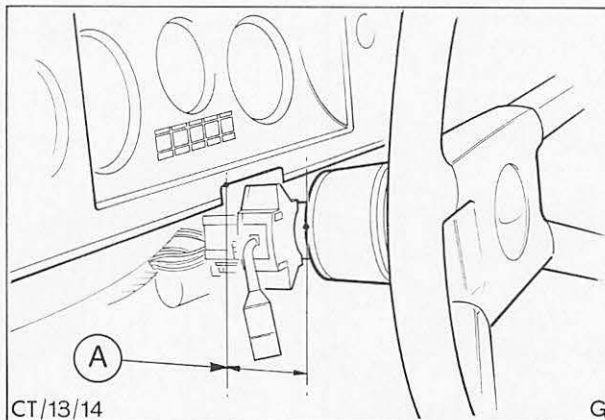

Abb. 76 Lenksäule in richtige Einbaulage bringen
27. Lenksäule axial verschieben, um zwischen Unterkante Lenkrad und Instrumententafel einen Abstand von $75 \text{ mm} \pm 2 \text{ mm}$ zu erreichen, Abb. 76. Befestigungsmuttern mit vorgeschriebenem Drehmoment festziehen.